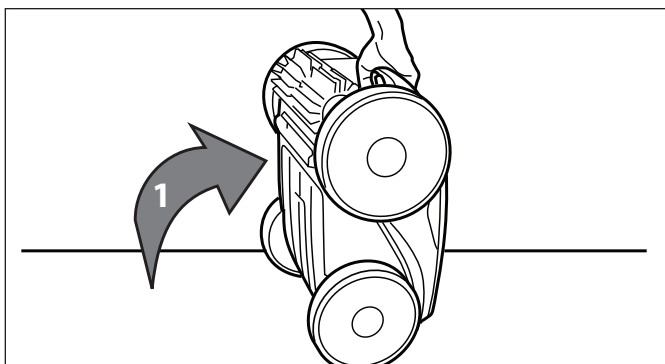

Figura 27. Limpíelo en posición hacia arriba
1. Levante el limpiafondos a una posición vertical de manera que el mango quede hacia arriba. Vea la Figura 27.